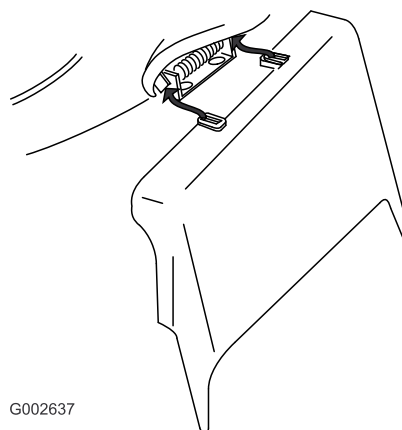

Figure 37
3. Montez l'éjecteur latéral et rabattez le volet sur l'éjecteur (Figure 37).